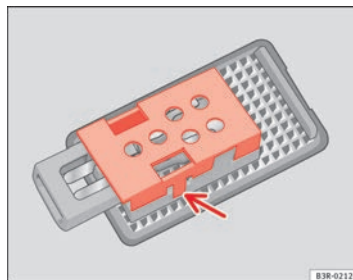

Abb. 225 Gepäckraumbeleuchtung
- Die Schutzabdeckung ausbauen und die Glühlampe aus ihrer Aufnahme nehmen ⇒ Seite 290, Abb. 225. ■